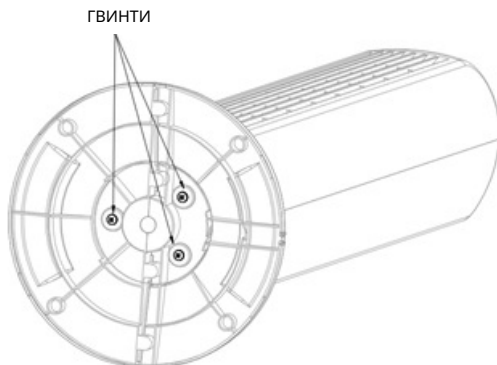

Рис. 2
2. Прикріпіть зібрану основу до колони вентилятора за допомогою гвинтів, що входять до комплекту (рис. 2).